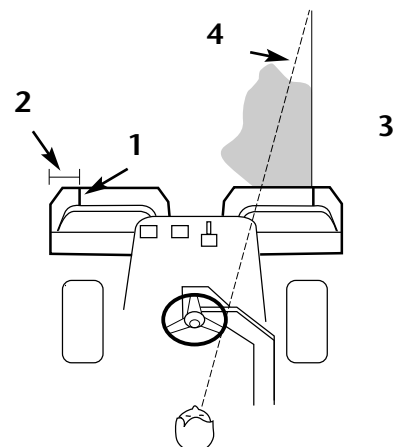

Bild 14
2. Entweder einen Streifen von weißem Klebeband oder eine Linie mit weißer Farbe parallel mit der äußeren Kante jedes Korbes anbringen (Bild 14).
3. Bei erneuten Überläufen so wenig wie möglich überlappen. Um gerade Spuren über den Rasen zu hinterlassen, die Maschine immer im gleichen Abstand vom Rand des vorigen Schnitts halten und einen imaginären Richtpunkt 2 bis 3 Meter vor der Maschine auf der ungemähten Rasenfläche halten (Bild 14 & 15). Gewissen Personen fällt es leichter, den äußeren Rand des Lenkrads mit in das Blickfeld aufzunehmen, d.h. den äußeren Rand des Lenkrads mit einem Punkt abzustimmen, der immer im gleichen Abstand vor der Vorderseite der Maschine liegt (Bild 14 & 15).